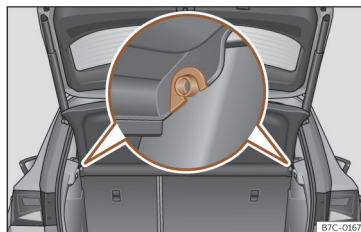

Fig. 158 Na bagageira: desmontar e montar a chapeleira.
- Desencaixe a chapeleira dos suportes laterais >>> **Fig. 158** puxando-a para cima e retire-a.
- Introduza a chapeleira horizontalmente fazendo coincidir a «fechadura» sobre o eixo dos suportes >>> **Fig. 158**, e pressione para baixo até que encaixe.